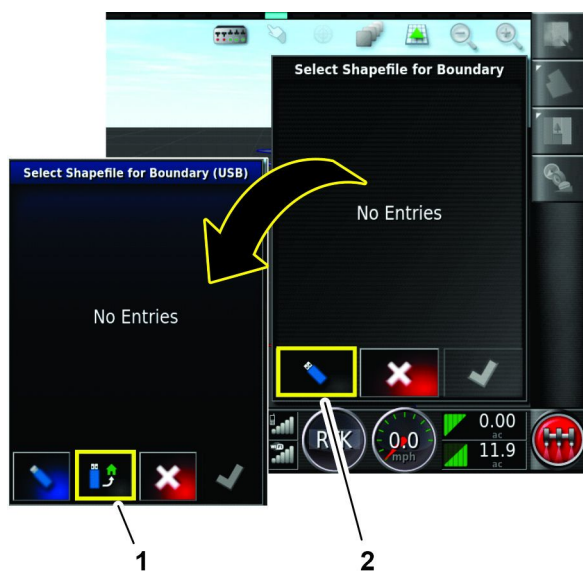

Figura 74
5. Nella finestra di dialogo Seleziona file delle forme per il confine, premete l'icona COMMUTA AL DISPOSITIVO DI ARCHIVIAZIONE USB (Figura 74).
6. Nella finestra di dialogo Seleziona file delle forme per il confine (USB), premete l'icona IMPORTA DA DISPOSITIVO DI ARCHIVIAZIONE USB (Figura 74).